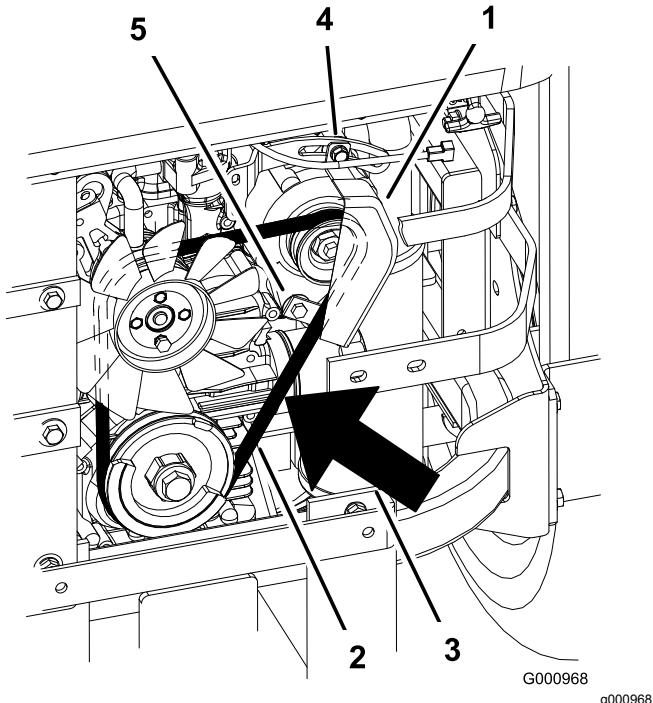

Figura 80
- 7. Afloje el perno inferior y retire el perno superior que sujeta el alternador y la cubierta (Figura 80).
- 9. Instale una correa nueva alrededor de las poleas y del alternador (Figura 80).
14. Apriete el perno inferior e instale el perno superior que sujeta el alternador y la cubierta (Figura 80).
2. Ajuste el alternador hacia fuera hasta que quede una desviación de 7 a 9 mm ($\frac{1}{4}$ " a $11/32"$) en la correa entre el motor y las poleas del alternador con una fuerza de 10 kg (22.1 libras) (Figura 80).
5. Si la desviación es correcta, apriete los pernos inferior y superior (Figura 80).